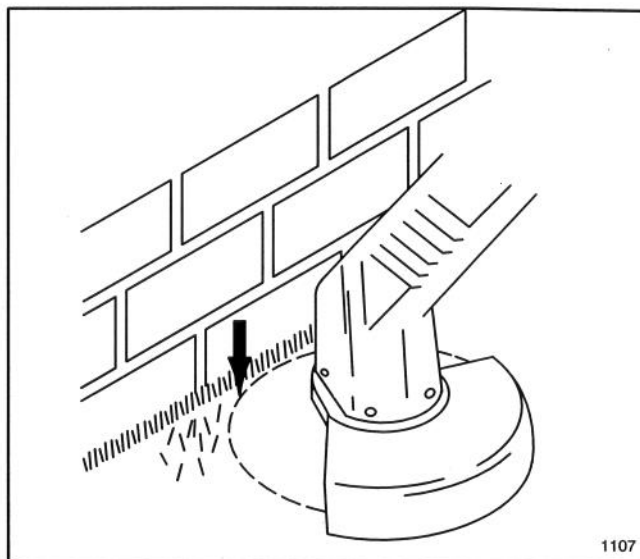

Figure 15
6. **NE PAS FAIRE FORCER L'APPAREIL.** Permettre à la *pointe* de l'extrémité du fil de couper (particulièrement le long des murs) (Fig. 15). Tailler avec plus que la pointe réduit l'efficacité de l'opération et surcharge le moteur.